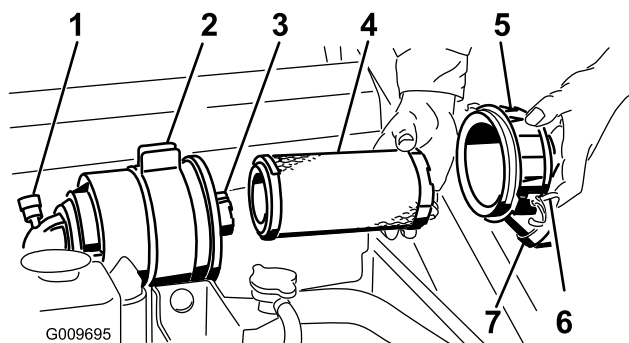

Figura 33
Importante: Revise el filtro del limpiador de aire únicamente cuando el indicador de mantenimiento se ve rojo (Figura 33). El cambiar el filtro antes de que sea necesario sólo aumenta la posibilidad de que entre suciedad en el motor al retirar el filtro.
4. Abra los cierres del limpiador de aire y tire de la tapa del limpiador de aire para separarla de la carcasa del limpiador de aire (Figura 33).
1. Extraiga con cuidado el filtro primario del cuerpo del limpiador de aire (Figura 33). Evite golpear el filtro contra el lado de la carcasa.
4. Si va a cambiar el filtro de seguridad, deslice cuidadosamente el filtro nuevo en el cuerpo del filtro (Figura 33).
5. Deslice cuidadosamente el filtro primario por encima del filtro de seguridad (Figura 33). Asegúrese de que está bien asentado empujando sobre el borde exterior del filtro mientras lo instala.
6. Instale la tapa del limpiador de aire con el lado que lleva la palabra UP hacia arriba, y fije los cierres (Figura 33).